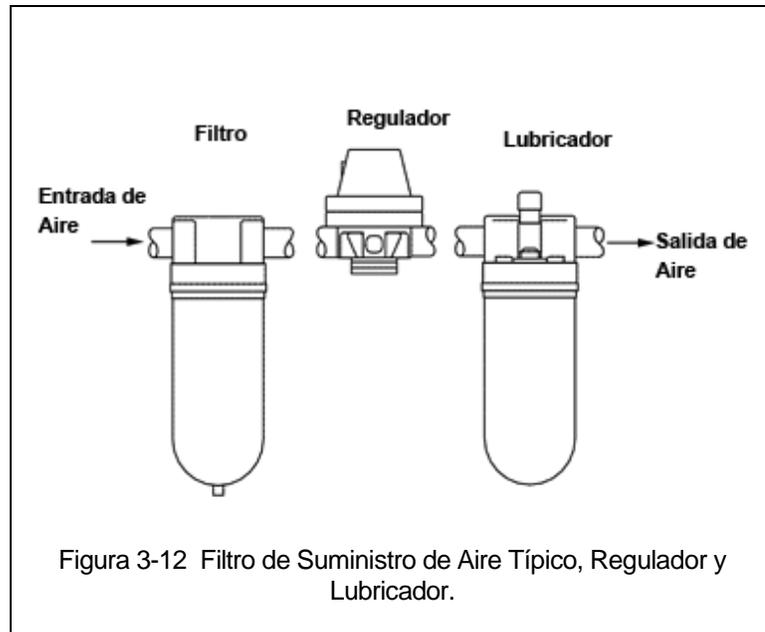

Figura 3-12 Filtro de Suministro de Aire Típico, Regulador y Lubricador.
- Limite la longitud de la manguera a la especificada en la Figura 3-12.